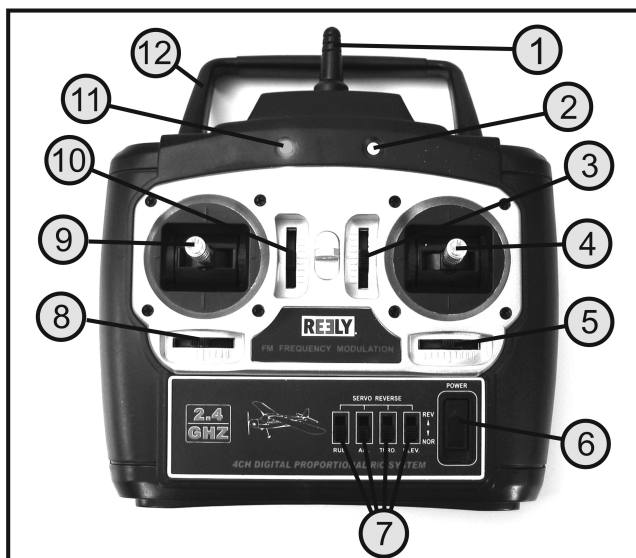

Figura 2
Ciò nonostante, per motivi di sicurezza, prima di ogni messa in funzione del trasmettitore è necessario accertarsi che lo stick di controllo del motore (vedere figura 2, pos. 9) sia nella posizione "Motore spento". A tale scopo, spostare lo stick di controllo in giù, nella posizione più bassa.
Dopo aver caricato gli accumulatori o inserito le nuove batterie, accendere il trasmettitore tramite il selettore per eseguire un test diagnostico (vedere figura 2, pos. 6). I LED rosso e verde (vedere figura 2, pos. 2 e 11) si accendono e segnalano che l'alimentazione del trasmettitore è sufficiente.
Quando l'alimentazione non è più sufficiente per un corretto funzionamento del trasmettitore, (inferiore a 8,3 V) il LED rosso inizia a lampeggiare (vedere figura 2, pos. 11). In tale evenienza, interrompere il più rapidamente possibile il funzionamento dell'aeromodello.
- Posizionare il trimmer per il timone di quota e di direzione (vedere figura 2, pos. 3 e 5) in posizione centrale e controllare la posizione corretta della leva del servo.
- Le due leve a croce del servo (1) devono essere orientate in modo che la leva a squadra abbia un'angolazione di 90° rispetto alla tiranteria (2).
- Se le deviazioni sono di maggiore entità, allentare la vite sulla leva del servo (3), tirare la leva verso l'alto e riappoggiarla spostandola di un "dente".